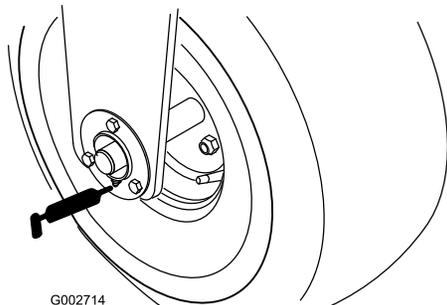

Figure 20
- Roulement de roue avant (1) (Figure 20)